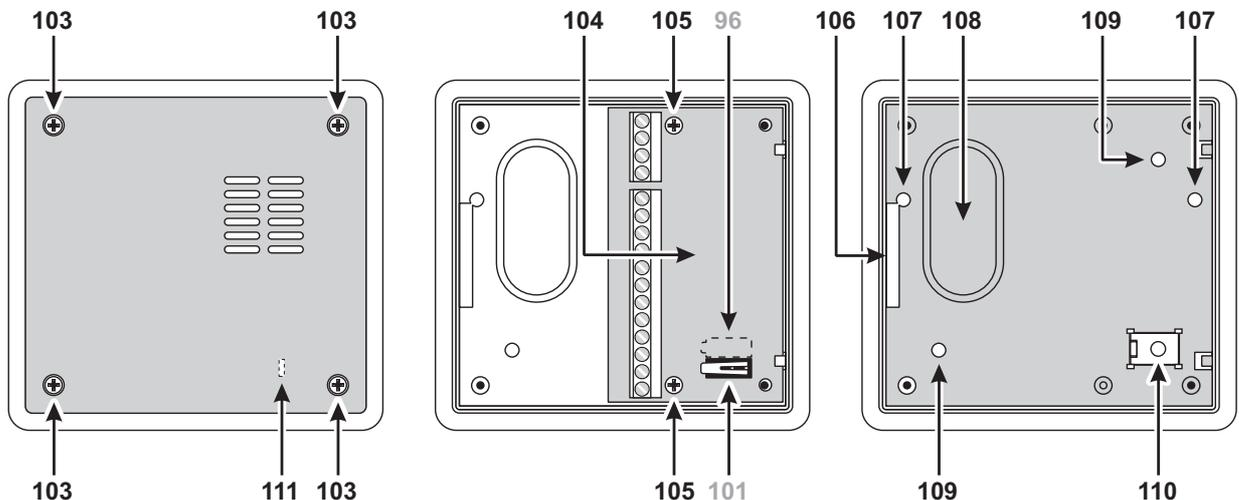

Figura 9 Parti del contenitore per le Espansioni
5. Fissare la Scheda Elettronica 104 al fondo tramite le viti 105 (le due più corte), facendo attenzione al suo orientamento (vedere la Figura 9 a pagina 14).